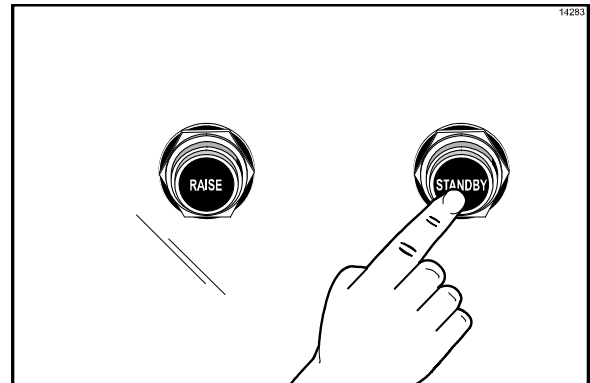

Figure 35
3. Après avoir disposé le produit selon la méthode prescrite, appuyer sur le bouton STANDBY (attente) pour lancer le cycle de cuisson (Cf. Figure 35).